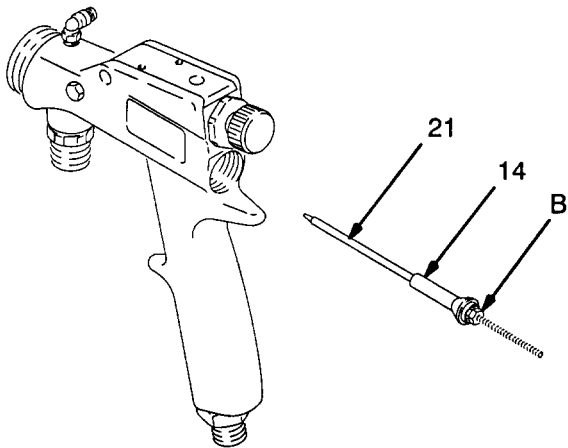

Fig. 10
- Colocar una nueva válvula de aire (14) sobre la aguja de fluido (21), contra la tuerca (B). Ver Fig. 10. Esto contribuye a alinear la entrada del vástago de la válvula de aire en el diámetro interior de la junta de la copa en U (33) sin dañar el reborde de la junta.
- Instalar la aguja de fluido (21) y la válvula de aire (14) en la parte de atrás de la pistola.